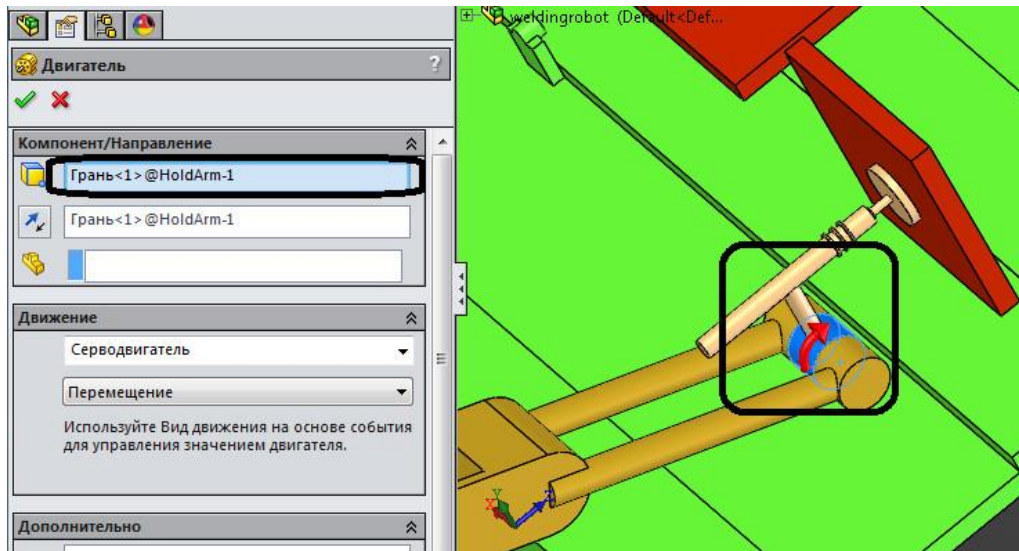

Рис. 11. Створення обертового серводвигуна
4.2.2. Встановити місце розташування та параметри руху обертового серводвигуна як показано на рис.11.